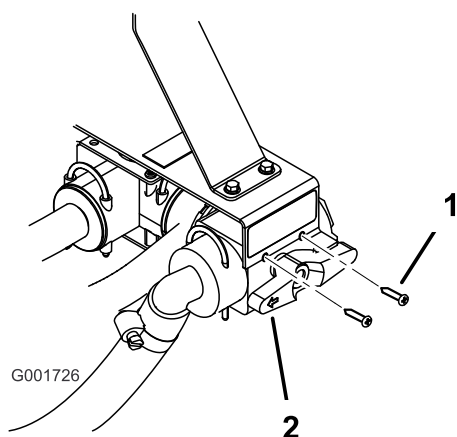

Figure 13
10. Fixez le nouveau distributeur de commande au support avec deux vis (Figure 13).